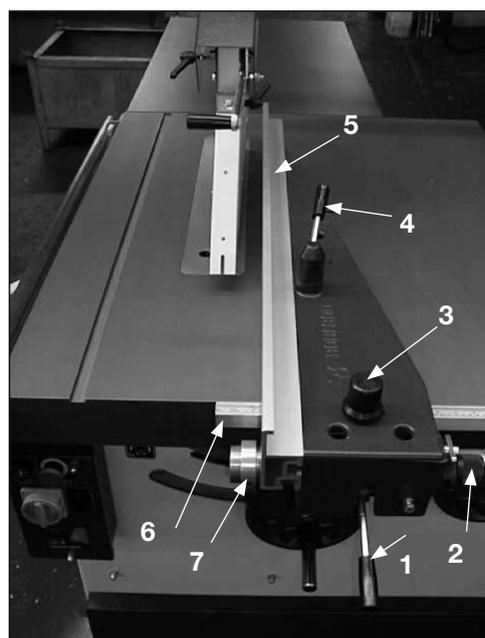

Fig.14
Pour les petites sections et avec la lame de scie inclinée, vous pouvez rabattre le profil (5) de 90° vers le gauche (fig. 14 bis).
Calibrage de l'échelle graduée du guide parallèle (Fig.14)